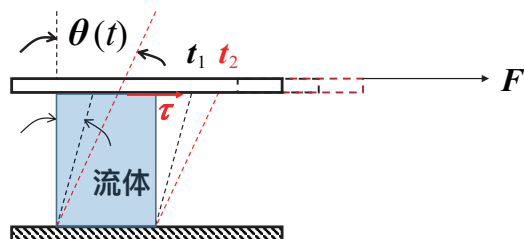

图 2.3: 流体所受剪力
- 如图2.3所示，对流体（例如甘油）作类似实验将发现流体的角变形量不仅与剪切应力  $\tau$  大小有关而且与剪切应力  $\tau$  的持续时间  $t$  长短有关。